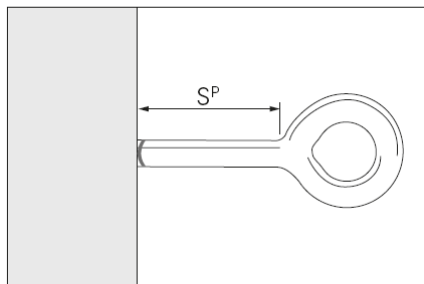

Fig. A12.02
- Le dépassement maximum de la vis pointeau (**100**), bague incluse, du support d'ancrage est de 7 cm. Cette distance est garantie si la vis pointeau est vissée jusqu'au dernier repère devant la bague. (Fig. A12.02)